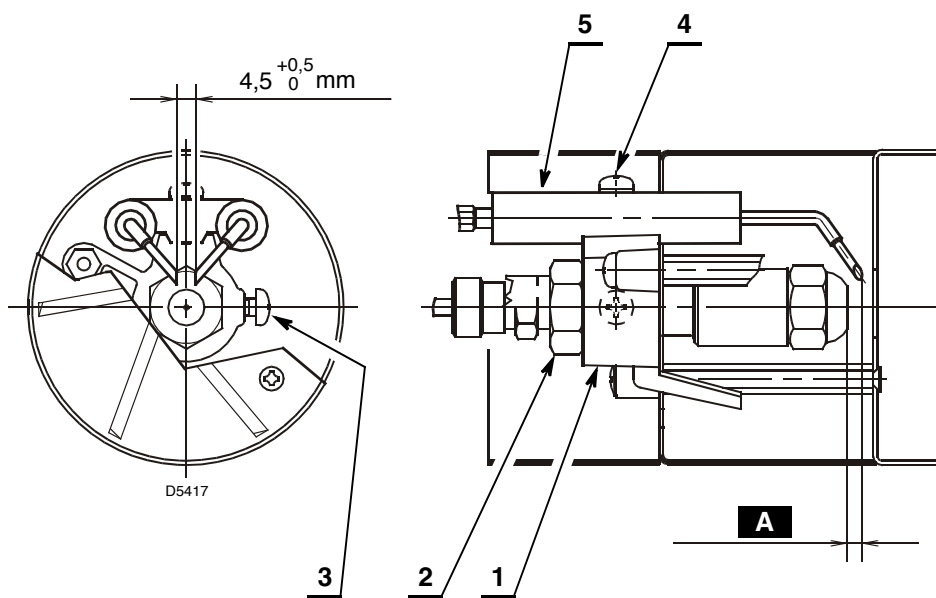

Fig. 22
- apoyar el conjunto soporte estabilizador 1) (Fig. 22) al porta-rocador 2) y bloquear con el tornillo 3);